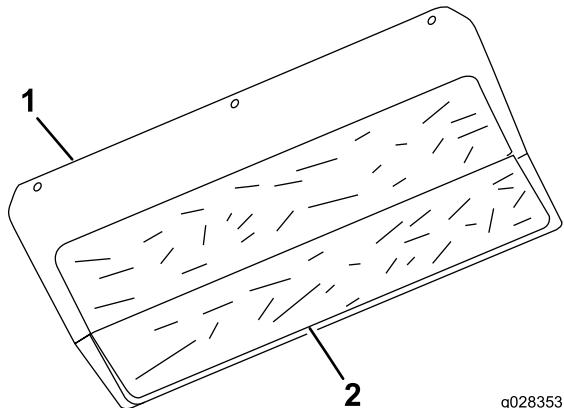

Bild 4
6. Entfernen Sie das Trägermaterial und bringen das selbstklebende Wärmeschutzblech an der Motorseite der hinteren Abdeckung an; positionieren Sie es wie in Bild Bild 4 abgebildet.